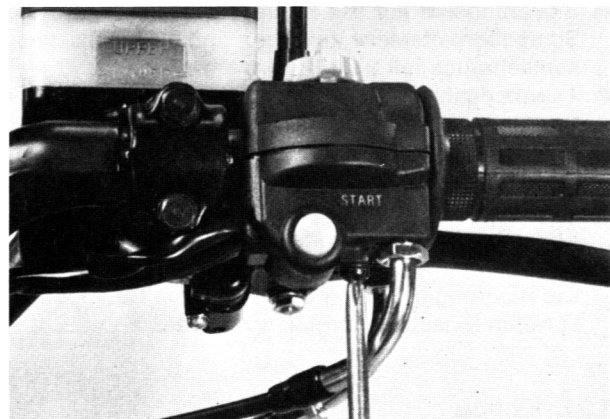

Bild 166
- Die Befestigungsschrauben des oberen und unteren Schaltergehäuses entfernen (Bild 166).
- Die drei Schrauben zur Befestigung des Gasdrehgriff/Schaltergehäuses lösen (Bild 166).